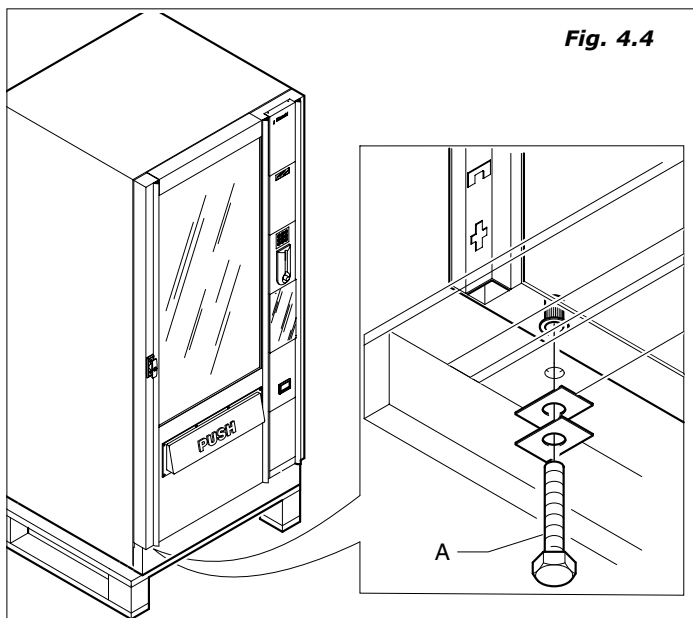

Fig. 4.4
- Sganciare il distributore dal pallet per il trasporto, svitando le viti (A) che bloccano le staffe di fissaggio al pallet stesso (Fig. 4.4).